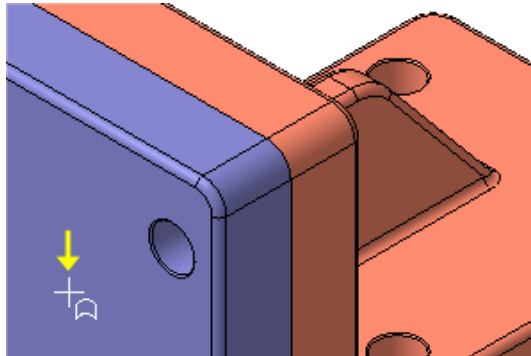

Рисунок 36.
- Для определения длины болта укажите плоскую грань Вилки (рис.36).